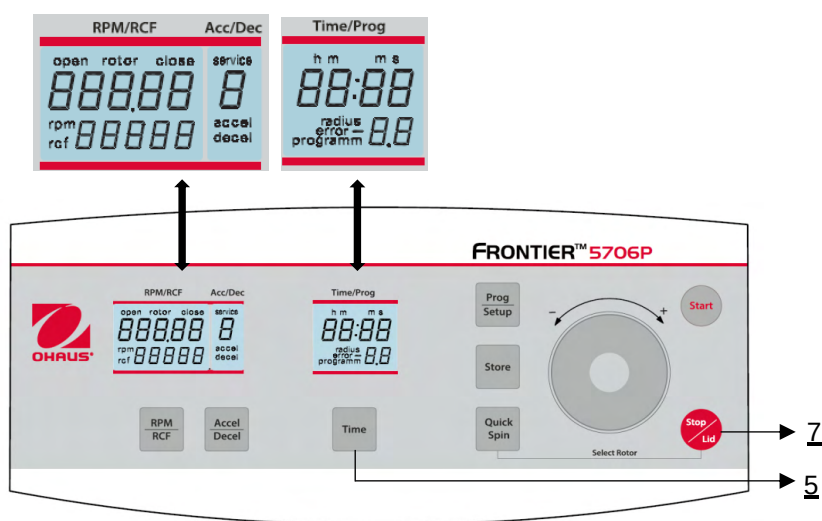

Figura 28
Abra la tapa de la centrífuga y apague el interruptor principal. Vuelva a conectar el interruptor principal. Durante aproximadamente 3 segundos aparecerá "5706P" en la pantalla, así como la versión actual del software. Pulse durante este tiempo las teclas **"Tiempo"** (5) y **"Parada/Tapa"** (7) simultáneamente. Como resultado, se ejecutará una prueba de visualización durante aprox. 3 segundos. Todos los indicadores aparecerán al mismo tiempo (**véase la figura 28**).